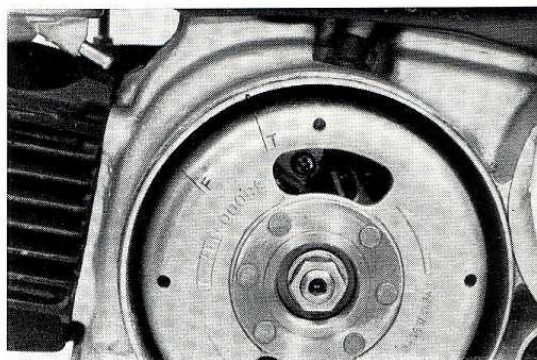

Fig. 38. — REGLAGE REPERE « T ».
2. Tournez le volant contre le sens de la montre jusqu'à ce que le repère «T» soit aligné sur l'index de réglage se trouvant sur le carter gauche. (Fig. 38).